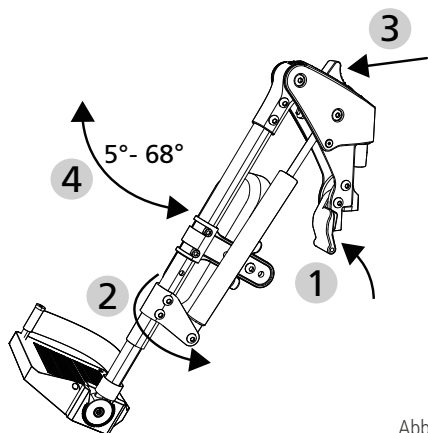

Abb.53
Zum Abschnwenken der Beinstütze betätigen Sie den Verriegelungshebel nach vorne und schwenken dabei die Beinstütze seitlich ab (1/2, Abb. 53).
1. Drücken Sie den Auslösehebel der Gasdruckfeder nach vorne (3/4, Abb. 53). Dabei verringert sich der Kniewinkel von 68° bis 5° solange der Auslösehebel gehalten wird.
4. Zur Vergrößerung des Kniewinkels drücken Sie den Auslösehebel nach vorne und drücken zeitgleich die Beinstütze nach unten (3/4, Abb. 53).